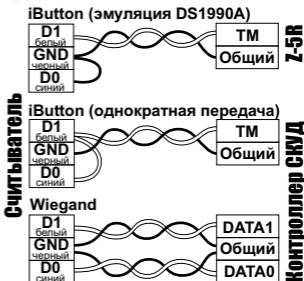

Рис.3 Выбор протокола передачи.
- подсоедините провода к считывателю в соответствии с рис.2 и рис.3. При подключении питания загорается
В рабочем состоянии горит красный светодиод, сигнализируя наличие питания. При внесении в поле действия считывателя proximity-брелка происходит чтение идентификационного номера брелка. Далее считанный идентификационный номер передается в контроллер по протоколу iButton (Dallas Touch Memory) или Wiegand-26 (в зависимости от выбора протокола передачи, рис.3). При считывании номера брелка и передаче его кода в течение 1 секунды мигает красный светодиод.